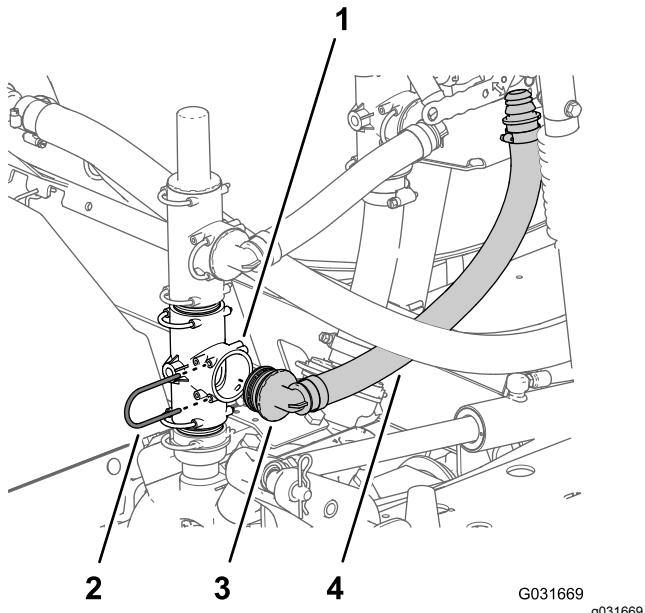

Figure 10
1. Alignez l'autre raccord à 90° du flexible d'alimentation et l'orifice ouvert du raccord en T inférieur sur la pompe de pulvérisation, puis insérez le raccord à 90° jusqu'à ce qu'il soit parfaitement engagé (Figure 10).
2. Fixez le raccord à 90° au raccord en T sur la pompe de pulvérisation avec l'étrier (Figure 10) que vous avez retiré à l'opération 1 de Repositionnement du clapet de décharge et du raccord en T supérieur \(page 5\).